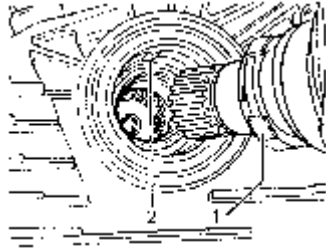

图 7-156 输入齿轮的安装
- (2) 用多功能油脂充填密封唇缘和防尘唇缘之间的空间。
- (3) 装入法兰轴以及带弹簧、支撑环、锥形环和卡环。输入齿轮上用于里程表的传感器的两个凸缘必须啮合在支撑环凸缘之间，如图 7-156 所示。